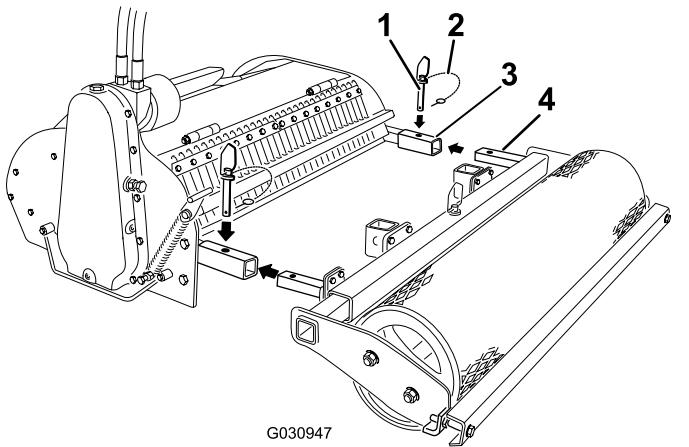

Bild 3
4. Entfernen Sie die Lastösenbolzen des Sprengangs von den Dornen (Bild 3).
5. Entfernen Sie die Dorne von den Armen des Bodenaufbereiters (Bild 3).
6. Schieben Sie die Arme der Rolle in die Arme des Bodenaufbereiters und befestigen Sie sie mit den Dornen (Bild 3).